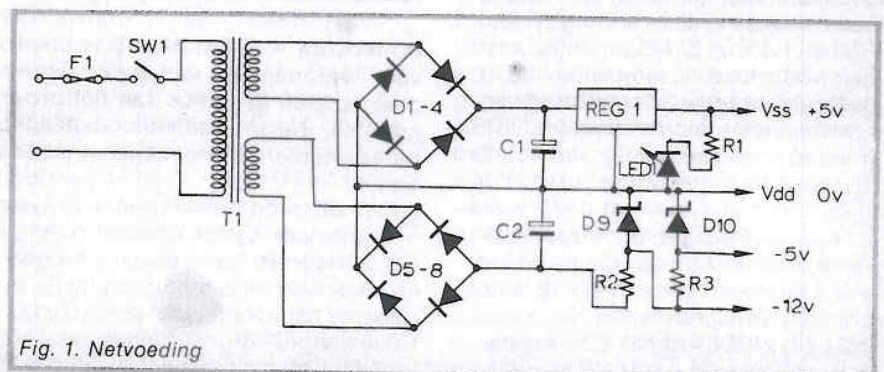

Fig. 1. Netvoeding
In fig. 1 is het blokdiagram in de meest eenvoudige vorm afgebeeld. De synchronisatie-signalen voor de TV worden opgewerkt als raster (FS) en als lijnimpulsen (LS), waarbij de gemiddelde synchronisatie vanaf de videomengtrap wordt toegevoerd.
transformator met Vdd als een gemeenschappelijk aardpunt. In het schema van fig. 1 is de voeding afgebeeld; de wisselspanningen worden gelijkgericht door D1-4 en D5-8 en afgevlakt door C1 en C2.